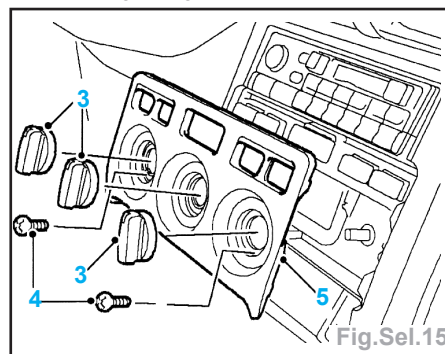

Fig.Sel.15
- les 3 boutons (3) de commande de chauffage (Fig.Sel.15).